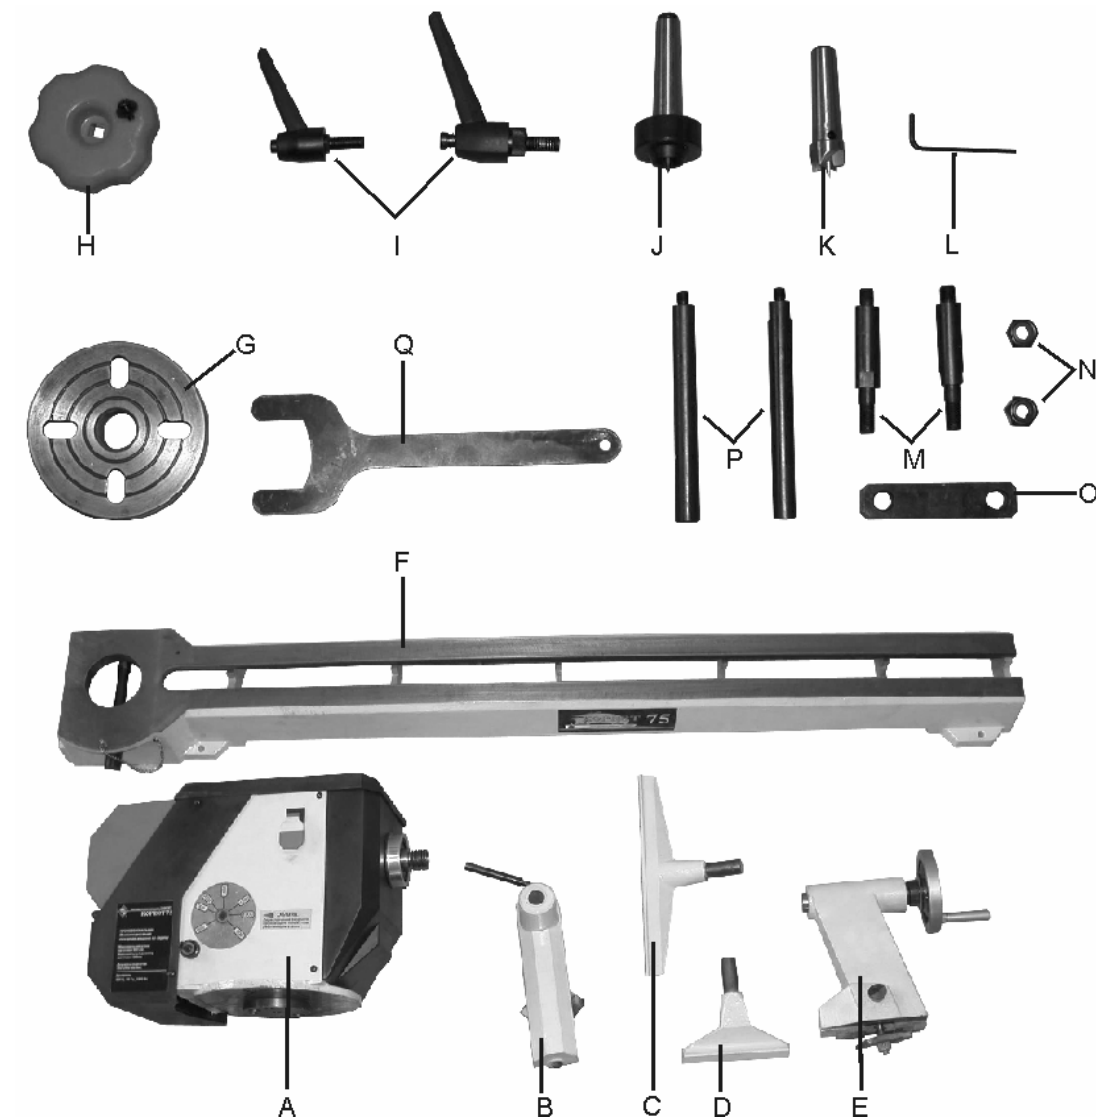

Рис.1
3.1. В комплект поставки (Рис.1) входит:
6.3. Проверить комплектность машины согласно (Рис.1).